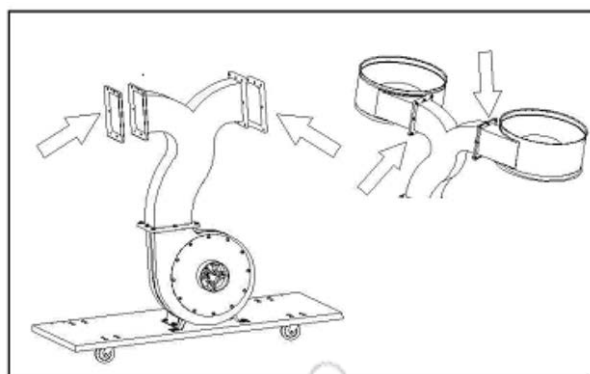

Figura 10– Montaggio del convogliatore.
Installate i due convogliatori (C) sull'aspiratore, interponendo la guarnizione (I) (Figura 10).